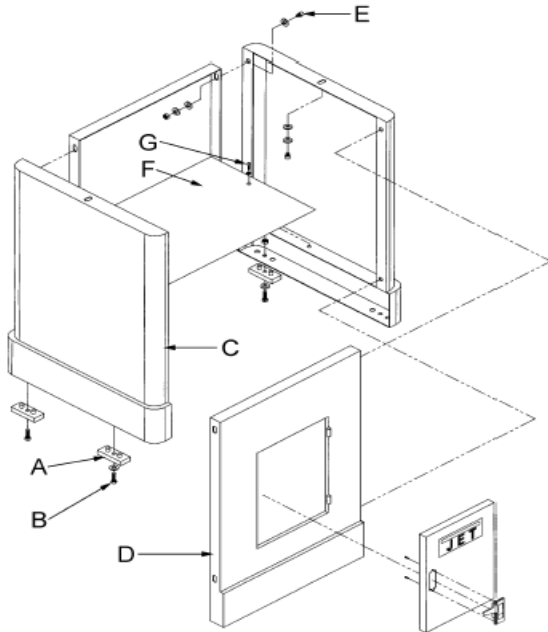

Fig 1
Montieren Sie die vier GummifüÙe (A, Fig.1) auf die Untersatzseitenteile mittels der gemeinsam verpackten 4 Schrauben, 4 Scheiben und 4 Sechskantmuttern.
Verbinden Sie die Seitenteile (C, Fig 1) mit dem Frontblech (D) mittels 4 Sechskantschrauben, 8 Scheiben, 4 Federscheiben und 4 Sechskantmuttern (E).